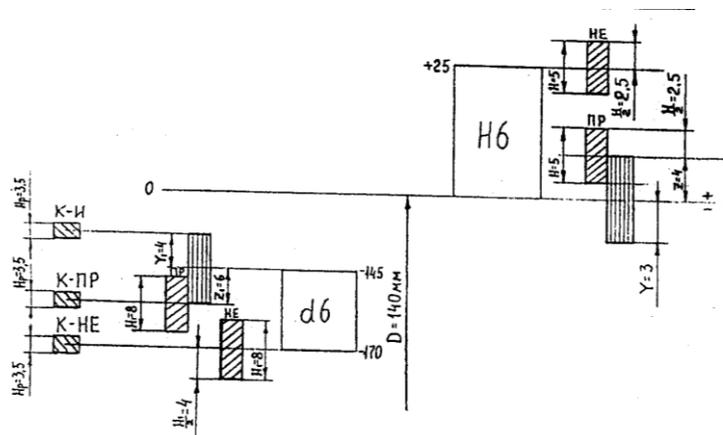

Рис. 9. Расположение полей допусков
4.6. Расположение полей допусков представлено на рис. 9.